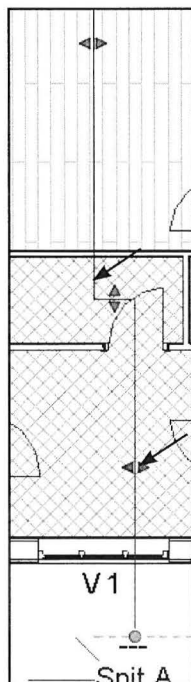

Fig. 13.12.
- Træk i pilene (Fig. 13.12) indtil linien igen er "hel" igen.